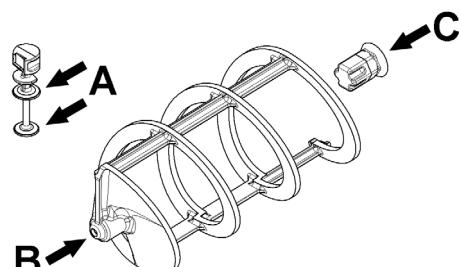

figura 16
- 2 Lubrificare il pistone rubinetto, il giunto esagonale ed il mescolatore nei punti indicati in figura 16 utilizzando esclusivamente il grasso in dotazione con la macchina o altro **grasso per uso alimentare**.